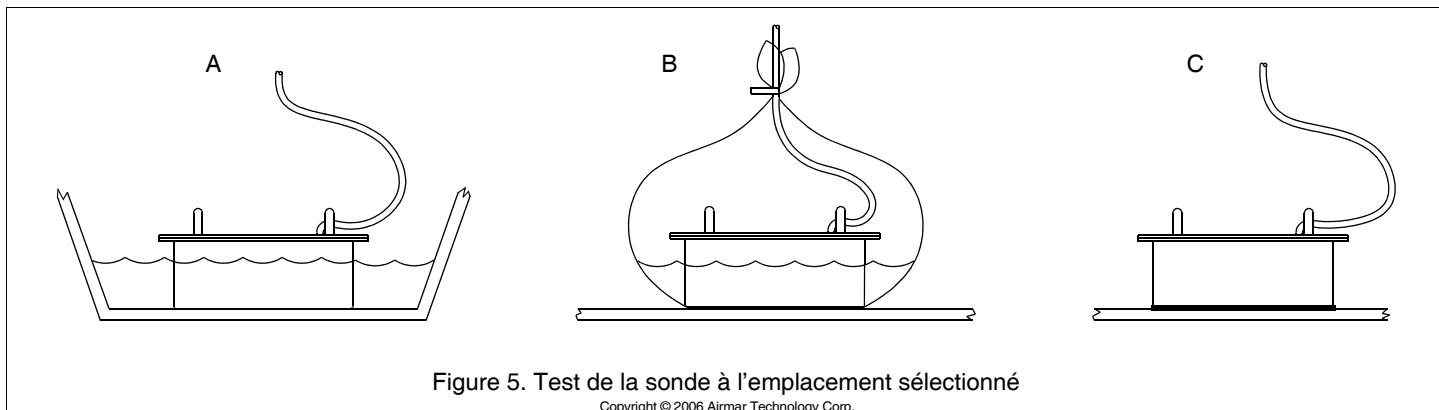

Figure 5. Test de la sonde à l'emplacement sélectionné
- A. Si la sonde doit être près de la poupe et si l'inclinaison de la coque est minime** — Nettoyez toute accumulation de crasse et/ou de graisse à l'aide d'un détergent ou d'un solvant peu agressif tel que de l'alcool. Appliquez la sonde contre la coque et noyez la cale de sorte à couvrir la surface où la sonde et la coque entrent en contact (voir Figure 5-A).
- B. Si l'angle d'inclinaison est modéré** — Si la surface de la coque n'est pas lisse, poncez la surface avec une ponceuse à disque. Enfermez la sonde dans un sac plastique mince. Remplissez partiellement le sac avec de l'eau et fermez-le autour du câble de sonde avec un collier. Humidifiez la surface de la coque et appuyez la face active de la sonde contre la coque à travers le sac (voir Figure 5-B).
**C. Pour tous les emplacements** — Si la surface de la coque n'est pas lisse, poncez-la avec une ponceuse à disque. Enduisez la face active de la sonde avec un lubrifiant (gel K-Y® par exemple). Appuyez fermement la face active contre la coque dans un mouvement rotatif (voir Figure 5-C). Une fois le test terminé, essuyez toute trace de lubrifiant sur la sonde.